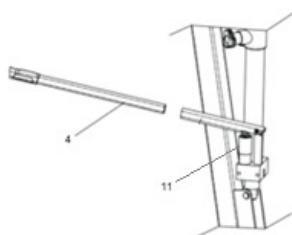

Fig. 6
- Estrarre la maniglia e inserire il manico (4 – Fig.6) nel cilindro (11 – Fig.6), come illustrato di seguito.